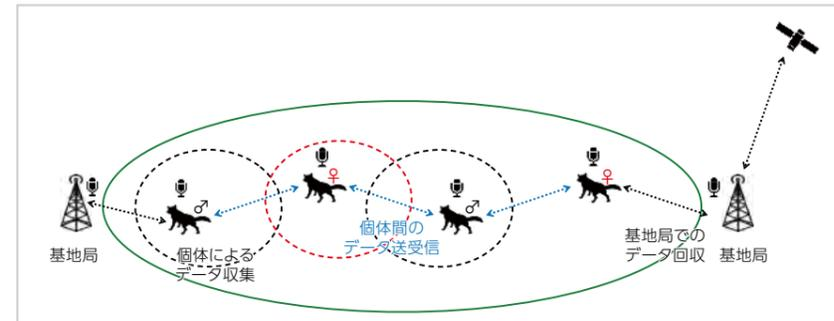

図1 動物間ネットワークシステムの概念図。縄張り(点線)内では各個体が収集したデータを、他の個体と遭遇した際に送受信するシステムを設け、基地局に近付いた際にまとめて回収する。
遊魚の群れの行動を解明して、水産資源の管理や環境保護にも役立てたい」と情熱を懸けるメンバーが集まり、宮下さんを中心に研究チームを結成した(図1)。
■図1 次世代型バイオロギング・システムの概要。データ回収率を向上させるため、従来よりも低価格なロガーを作成した。さらに超音波技術を活用してロガー自体に通信機能を持たせ、それらを遠隔で受信することに成功した。
ンやアザラシなどさまざまな野生生物の調査にバイオロギングを取り入れてきた。その研究は一貫して野生生物の生態解明を目指していたが、近年は海洋環境を捉える技術としてバイオロギングを応用しようとしている。こうした研究に取り組むことになった背景には、オオミズナギドリという海鳥の調査があった(図1)。ほとんど羽ばたくことなく、羽を広げて海面上の横風を利用する「滑翔」という飛び方が特徴だ。
■図1 GPSを取り付けたオオミズナギドリ(撮影:後藤 佑介氏)
小林さんが考えているシステムは、野生動物の生息地と人間の生活圏の境界にデータを受信する基地局を設置して、データを回収しようというものだ。縄張りの境界で頻繁に起こる個体同士の接触の際に、個体間でデータを送受信する。これを何度も繰り返していけば、深い森の中にすむ個体から基地局付近にすむ個体へ、さらに基地局へとパケツリレーのように情報が受け渡される。このような動物間ネットワークを構築することで、動物の再捕獲なしで、幅広い領域に生息する複数個体のデータが収集可能になる(図1)。
■図1
開発した試作品に組み込まれた世界最小クラスのグルコース発電素子は、鉛筆の先端ほどの大きさのチップで、発電とセンシングができる(図1)。